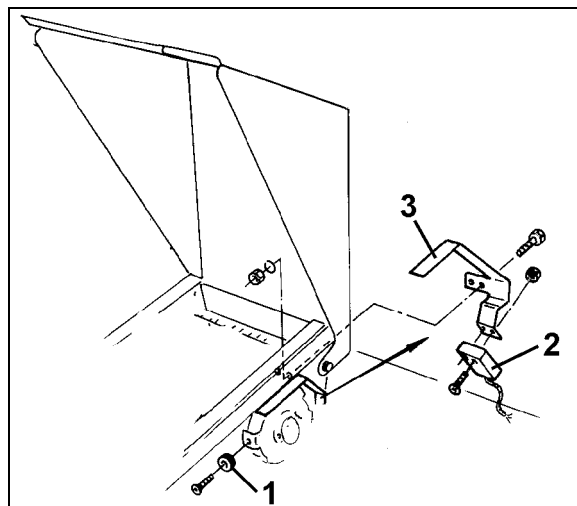

Fig. 11
Fastgør sensoren og magneten ved ED-enheden (Fig. 11) ved indgangen til det indstillelige kædehjulsdriv:
1. Skru magneten (Fig. 11/1) fast på impulsskiven med en selvskærende skrue M4 x 10 på indgangssiden af gearakslen.
2. Løsn impulsholderen (Fig. 11/3), og skru den fast igen, når du fastgør sensoren.
3. Skru sensoren (Fig. 11/2) fast på holderen (Fig. 11/3).